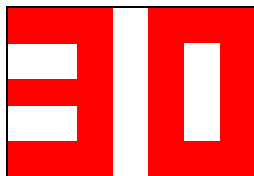

Рисунок 5 – Настройка температуры отключения насоса/клапана
- с помощью кнопок 2 и 3 выбрать пункт меню «2», нажать **START/STOP** и выставить «температура отключения насоса/клапана» с помощью кнопок 2 и 3. При этом на индикаторе будет мигать текущее значение температуры, рисунок 5;